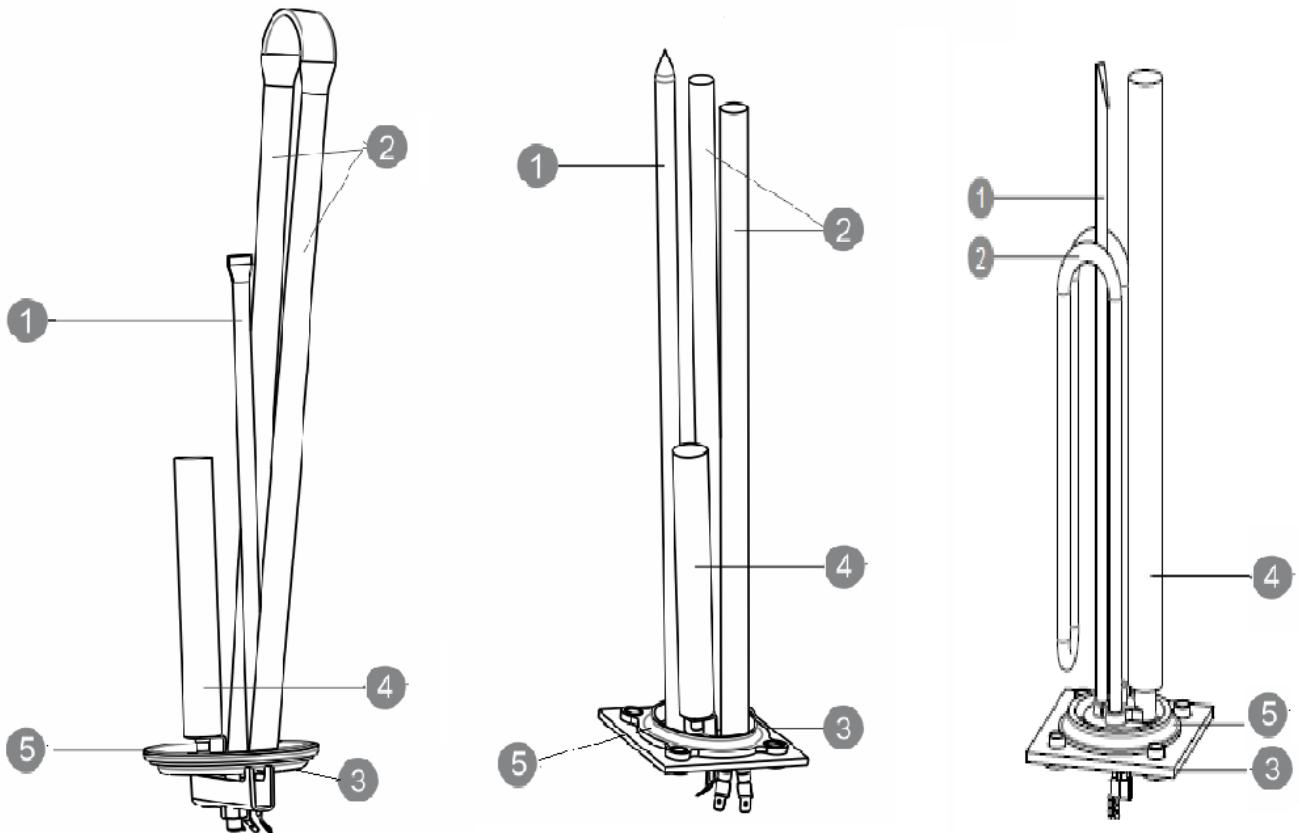

Рис.4 Фланец с защитным анодом
Заданный анод (4) на рис.4 предназначен для защиты нагревателей от коррозии и электрохимических реакций. Установите новый анод, если старый изношенный. После очистки осадка надо прополоскать и наполнить водой. Если вода содержит много извести или анод расходуется быстро, рекомендуем контролировать и проводить чистку несколько раз в год для долгосрочной и эффективной работы устройства. При повторной установки электрического нагревателя убедитесь, что фланец, нагреватель и термостат расположены в их оригинальном положении. Мы рекомендуем после каждой очистки электрического нагревателя заменить резиновую прокладку.